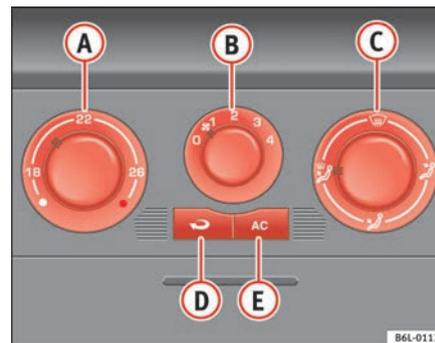

Fig. 95 Sur le tableau de bord : éléments de commande du climatiseur
- Désactiver le système de refroidissement avec la touche ⇒ fig. 95  (le témoin de la touche s'éteint).
- Tournez le régulateur de température ① pour régler la température souhaitée dans l'habitacle.
- Dirigez le flux d'air ③ avec le régulateur de répartition de l'air dans la direction souhaitée :  (vers le pare-brise),  (vers le buste),  (au plancher) et  (à la fois vers le pare-brise et au plancher).
Le mode recyclage de l'air ambiant  $\Rightarrow$  page 131, fig. 95  (le témoin intégré à la touche est allumé) empêche les fortes odeurs ambiantes – qui peuvent par exemple se dégager lors de la traversée d'un tunnel ou dans un bouchon – de pénétrer dans l'habitacle.